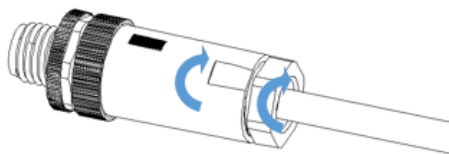

图 7-10-4
- Step 3: 将尾壳的定位标识与座子上的定位槽对齐，然后组装旋紧，最后利用尾部的螺母将线缆旋紧，如图7-10-4。